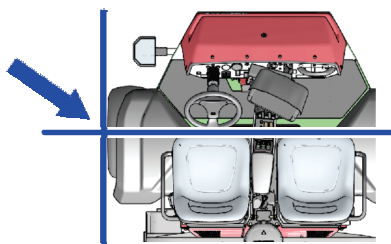

Рисунок 40
2. Совместите наружную среднюю часть левого переднего колеса с начальной точкой границы нового поля (Рисунок 40).